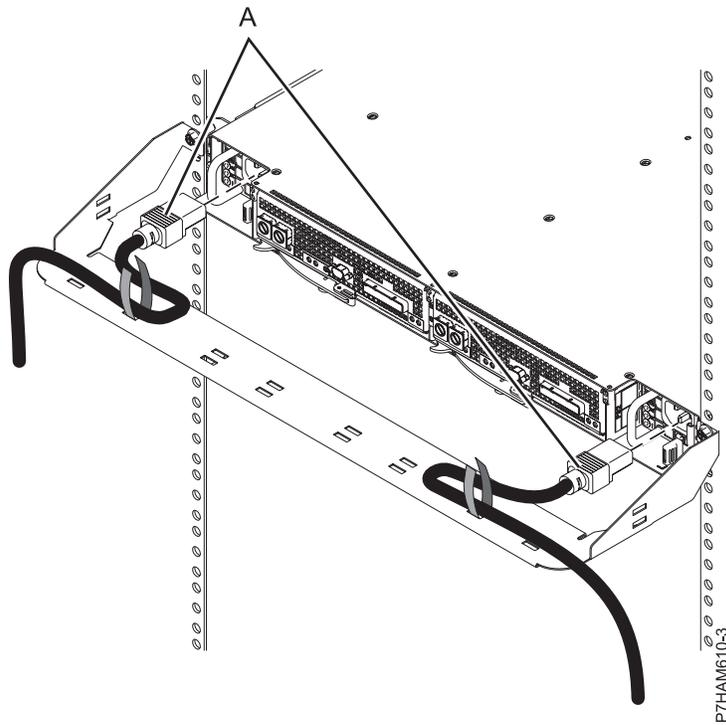

Abbildung 18. Netzkabel installieren
- i. Installieren Sie an der Rückseite des Racks die Netzkabel (A) (siehe Abb. 18 auf Seite 18).